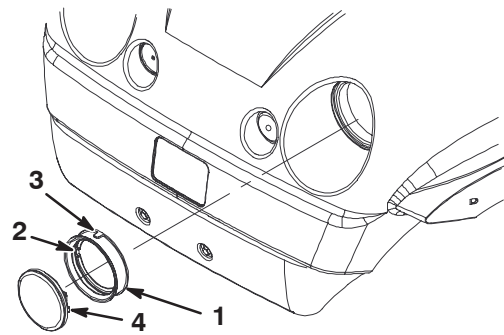

Bild 45
4. Entfernen Sie die Gummidichtung vom Scheinwerfer (Bild 45). Entsorgen Sie den alten Scheinwerfer.
5. Fluchten Sie die Auskerbung an der Innenseite der Dichtung mit der Auskerbung am neuen Scheinwerfer aus (Bild 45). Schieben Sie die Dichtung auf den neuen Scheinwerfer, bis die Dichtung fest anliegt.